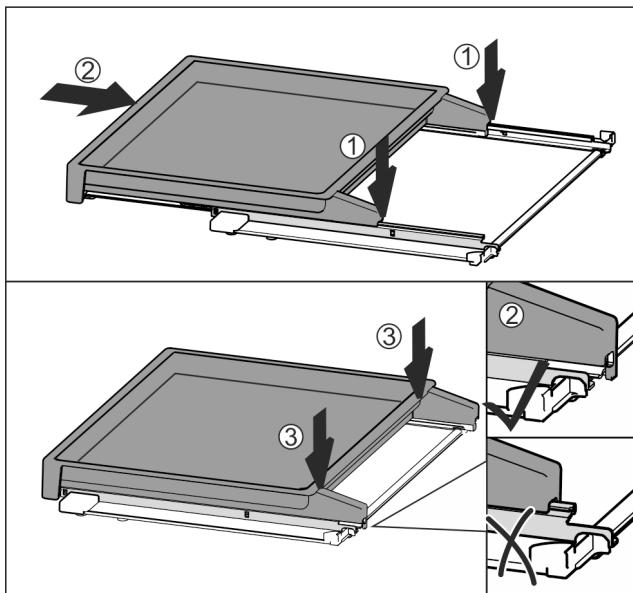

Fig. 115
- ▶ Поставете в средата върху релсите Fig. 115 (1).
- ▶ Вкарайте изцяло изтеглящата се дъска Fig. 115 (2).
- ▶ Натиснете от задната страна, докато се фиксира с щракване Fig. 115 (3).